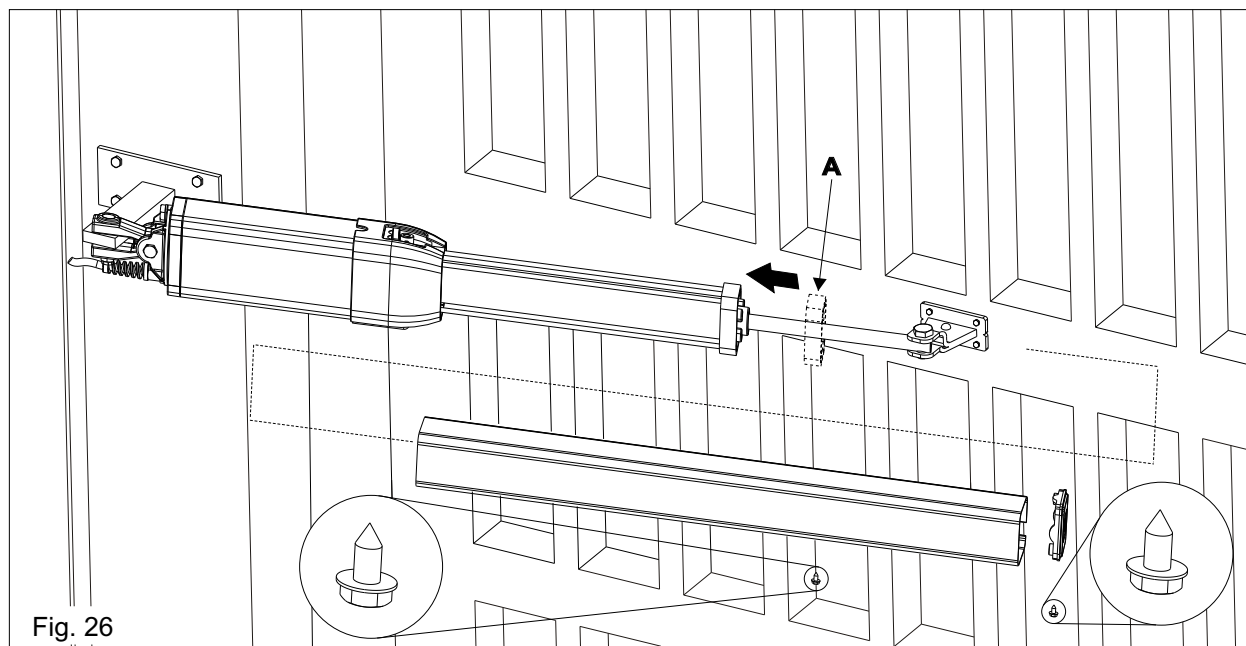

Fig. 26
S'assurer d'avoir inséré le quadre en plastique anti-vibration (A) avant d'insérer le couvre tige extrusé (Fig. 26).